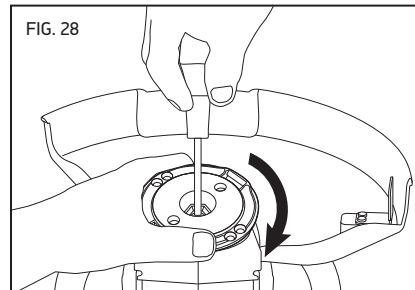

FIG. 28
- Apriete la tuerca firmemente (Fig. 28).